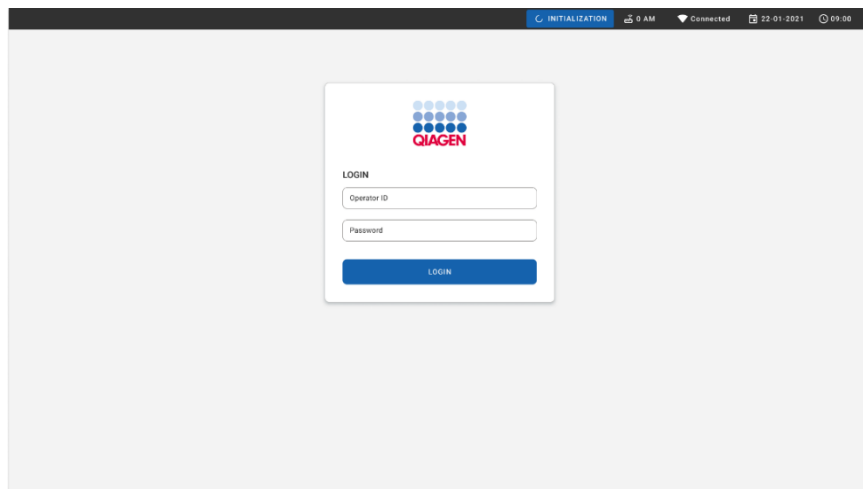

Figura 50. Tela Login
3. Efetue o login no sistema quando a tela Login aparecer (Figura 50).